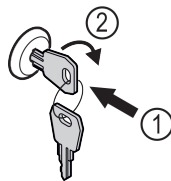

Fig. 169
- ▶ Iespiediet atslēgu. Fig. 169 (1)
- ▶ Grieziet atslēgu par 90° pulksteņrādītāja virzienā. Fig. 169 (2)